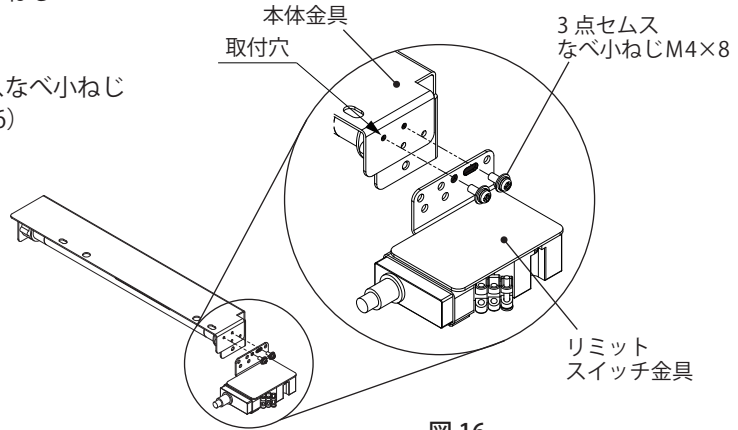

図 16
1. リミットスイッチ金具にある3点セムスなべ小ねじ M4×8(2カ所)を取外してください。(図16)
2. 本体金具とリミットスイッチ金具を3点セムスなべ小ねじ M4×8(2カ所)にて取付けしてください。(図16)